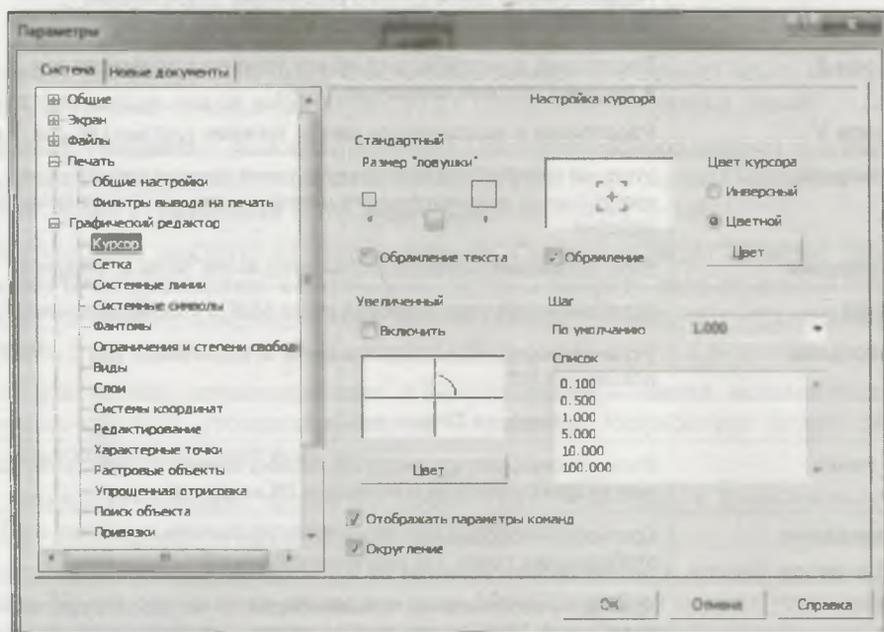

Рис. 17.3. Диалоговое окно **Параметры** с открытой панелью **Настройка курсора**
- ♦ щелкните ЛК мыши по знаку "плюс" перед названием **Графический редактор**, а затем по пункту **Курсор** — в правой части появилась панель **Настройка курсора** (рис. 17.3). На этой панели задайте следующие настройки: